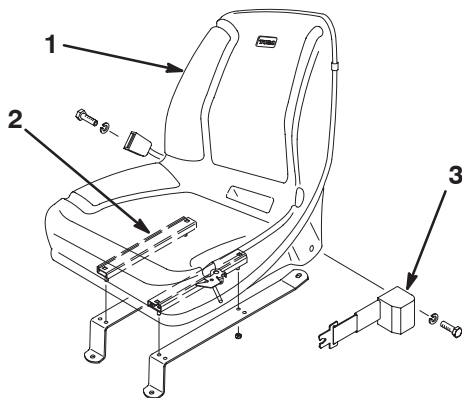

Bild 4
2. Befestigen Sie die Sitzbefestigungen mit vier Bundmuttern (Standardsitz) oder vier Schrauben, flache Scheiben und Bundmuttern (Deluxe-Sitz) an den Sitzeinstellungen (Bild 4). Die Befestigungsteile werden mit den Sitzbausätzen versandt.
3. Montieren Sie den Sitzgurt mit zwei Schrauben und Sicherungsscheiben (Standardsitz) oder zwei Schrauben und Sicherungsmuttern (Deluxe-Sitz) an den Löchern an beiden Seiten des Sitzes (Bild 4). Die Befestigungsteile werden mit den Sitzbausätzen versandt.